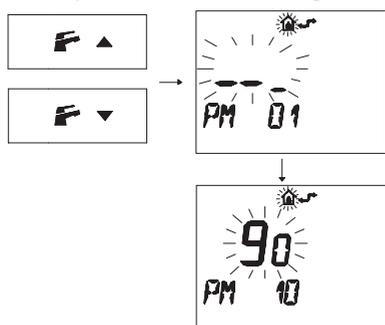

Figura 5.51
- Premere i pulsanti **F** ▼ o **F** ▲ per visualizzare la programmazione "PM10" selezione della frequenza di accensione (Figura 5.51).
Nella Figura 5.51 si visualizza un SET programmato di **90** corrispondente ad un tempo di irradiazione di 3 minuti circa.